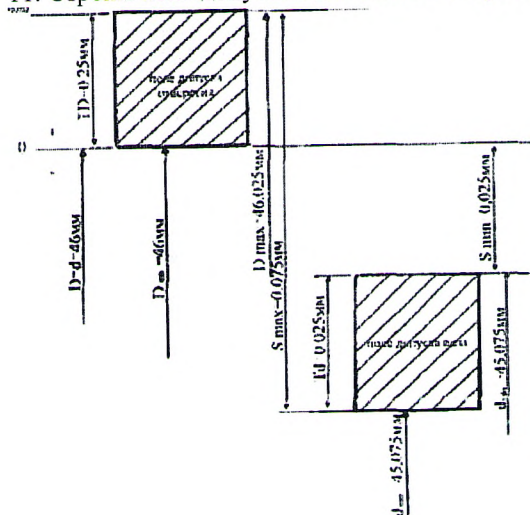

Рис.4
11. Строим поля допусков для вала и отверстия (рис. 4)